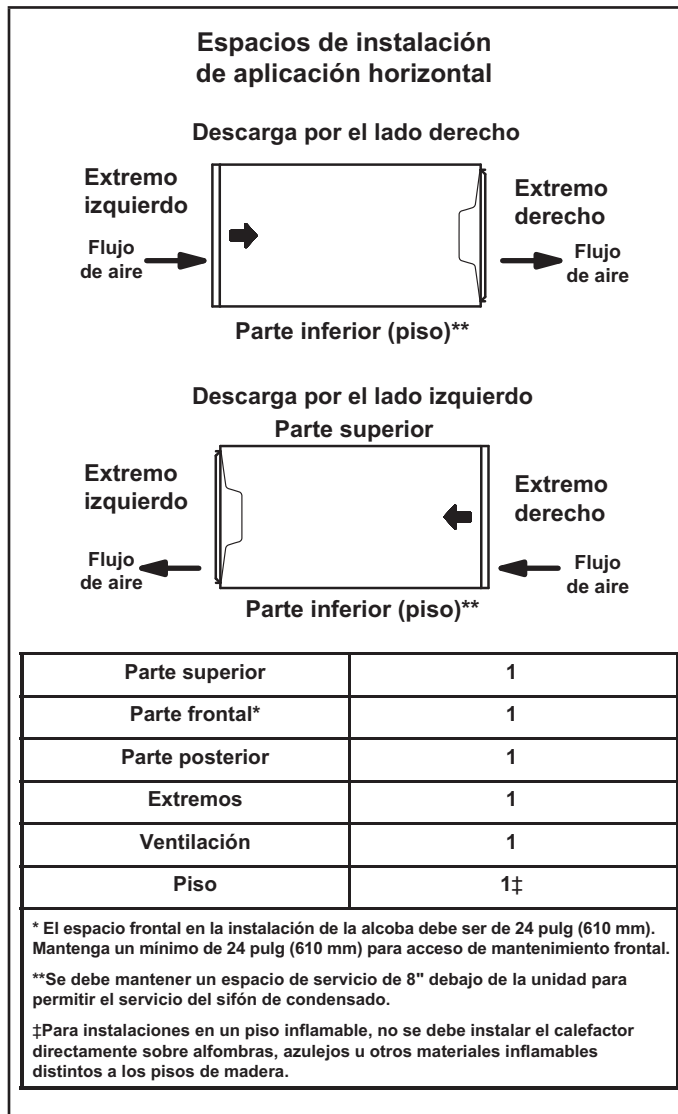

FIGURA 11
El calefactor SL297UHNV puede instalarse en aplicaciones horizontales con descarga de aire derecha o izquierda. Consulte la figura 11 para conocer los espacios libres en aplicaciones horizontales.
- 1 - Seleccione la ubicación de la unidad teniendo en cuenta el servicio y otros espacios necesarios. Consulte la figura 11.